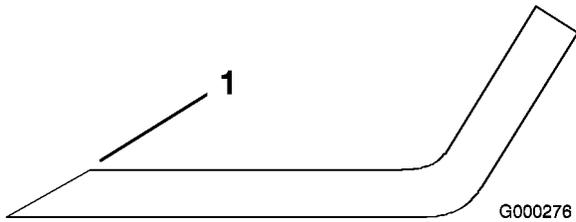

Figure 78
1. Au moyen d'une lime, aiguiser les tranchants aux deux extrémités de la lame (Figure 78) en veillant à conserver l'angle de coupe d'origine. Limez la même quantité de métal sur chacun des deux tranchants pour ne pas déséquilibrer la lame.